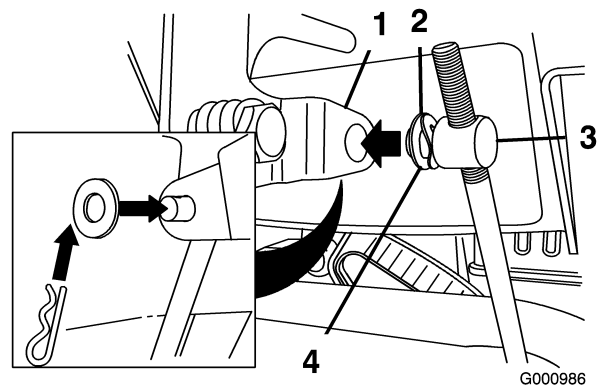

Figure 6
3. Retirez la goupille fendue et la rondelle extérieure du tourillon à l'extrémité supérieure de la tige de commande de vitesse (Figure 6).
Remarque: Pour faciliter le montage, laissez la rondelle ondulée et la rondelle plate sur le tourillon (Figure 6).
6. Soulevez la tige de commande de vitesses et insérez le tourillon dans le trou du levier sélecteur de vitesses (Figure 6).